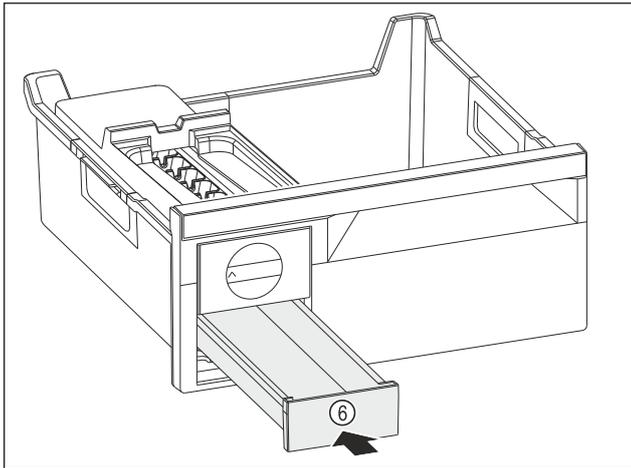

Fig. 136
- ▶ Eiswürfelschubfach Fig. 136 (6) einschieben.